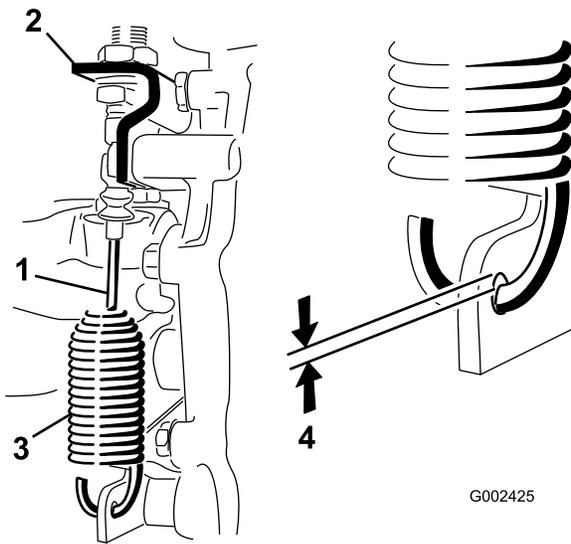

図 49
2. デファレンシャルロックケーブルをトランスアクスルのブラケットに固定しているジャムナットをゆるめる 図 49。